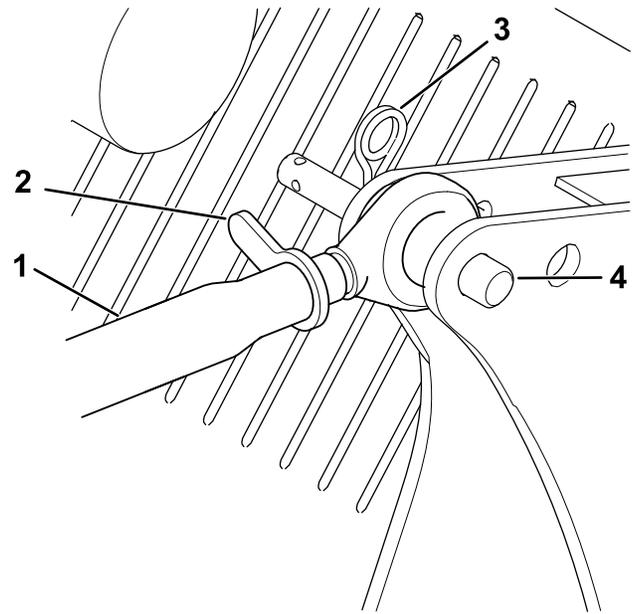

Figura 9
- Conecte el brazo de enganche superior al soporte y sujételo con el pasador de enganche y la chaveta (Figura 9).